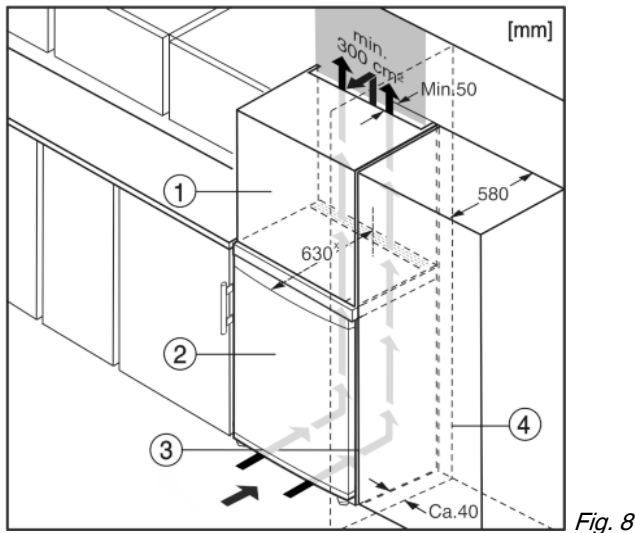

Fig. 8
Das Gerät kann mit Küchenschränken umbaut werden. Um das Gerät Fig. 8 (2) der Küchenzeilenhöhe anzugleichen, kann über dem Gerät ein Aufsatzschrank Fig. 8 (1) angebracht werden.
Beim Umbau mit Küchenschränken (Tiefe max. 580 mm) kann das Gerät direkt neben dem Küchenschrank Fig. 8 (3) aufgestellt werden. Das Gerät steht seitlich 34 mm^x und in der Gerätemitte 50 mm^x gegenüber der Küchenschrankfront vor.
Wenn das Gerät mit den Scharnieren neben einer Wand Fig. 8 (4) aufgestellt wird, muss der Abstand zwischen Gerät und Wand mindestens 40 mm betragen. Dies entspricht dem Griffüberstand bei geöffneter Tür.